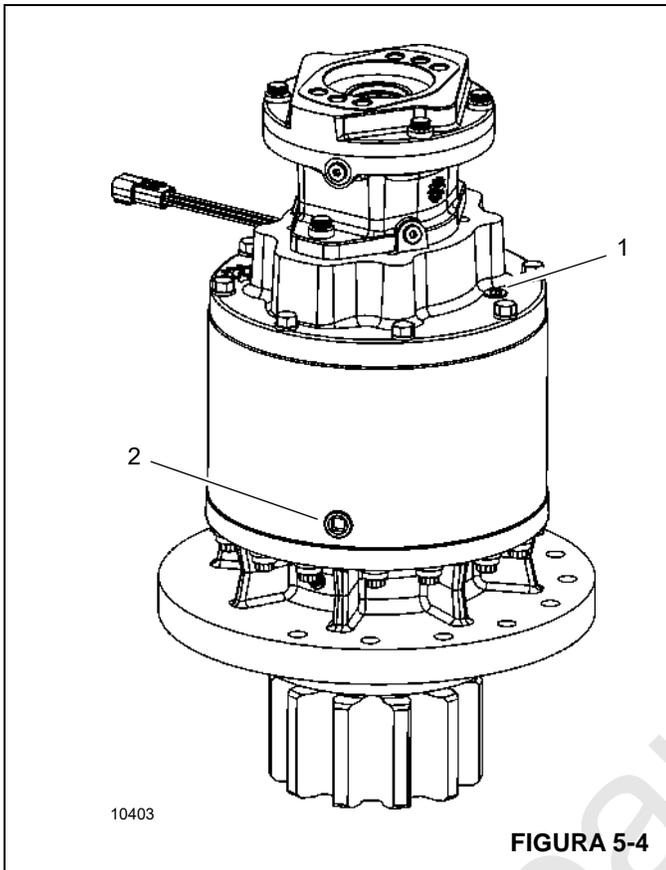

FIGURA 5-4
1. Remova o bujão de respiro/enchimento (1, Figura 5-4) e o bujão de dreno (2) para drenar o óleo da caixa de engrenagens.
3. Substitua o bujão de dreno (2). Inspeccione e substitua o anel de vedação conforme necessário.
4. No bujão de respiro/enchimento (1). Abasteça a caixa de engrenagens de giro com 2,4 l (2.5 qt) do tipo de óleo apropriado e, em seguida, recoloca o bujão de respiro/enchimento (1). Inspeccione e substitua os anéis de vedação conforme necessário. Consulte *Pontos de lubrificação*, página 5-3 desse manual.
Abra a porta de enchimento (1, Figura 5-4). O nível de óleo deve estar 3,81 cm (1.5 pol.) abaixo da superfície superior da porta de enchimento.